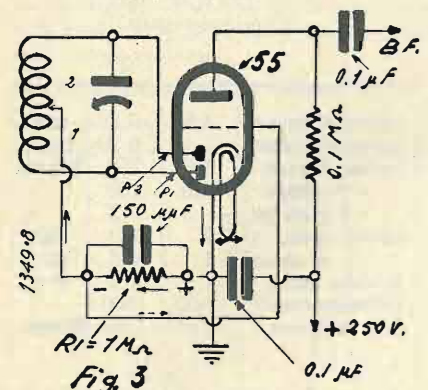

Fig. 3
Quando, per esempio, la placca segnata « P1 » del bidiodo (fig. 3) è positiva, la placca segnata « P2 » è negativa, quindi il flusso elettronico parte dal catodo e va alla placca « P1 ». La corrente allora parte dal catodo, attraverso la resistenza « R1 », arriva al centro del secondario del trasformatore, attraverso la parte inferiore (1) per chiudersi nuovamente sul catodo. Quando la placca P1 è positiva, quella segnata P2 è negativa e quindi nessuna corrente circola nell'altra metà del secondario.